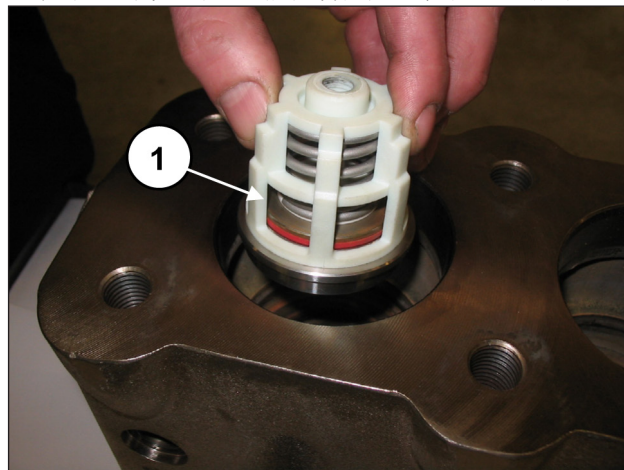
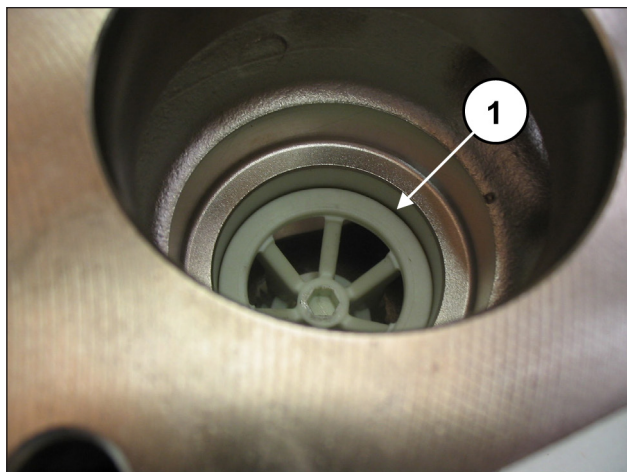

图 121
图 122
插入吸入阀组(位置①，图 121) 接着拆除定距块（位置②，图 122）。
整个阀组必须完全插入到底，并应如 ①，图 122 所示。